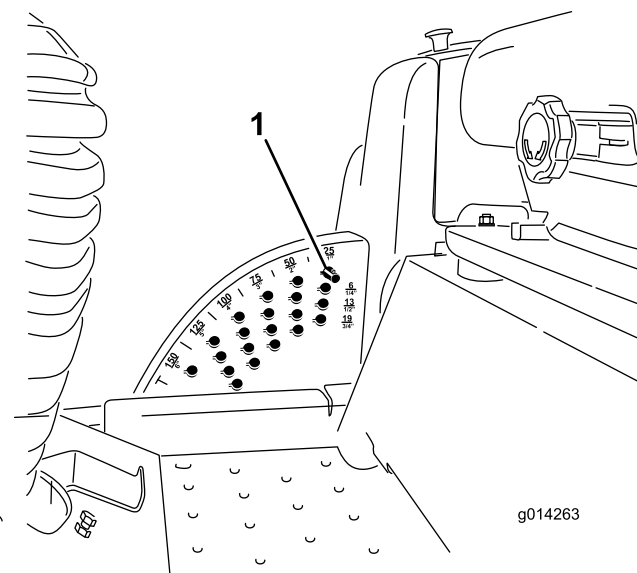

Figura 15
Nota: Para bloquear la carcasa de corte en posición elevada, eleve la plataforma más allá de la posición de 15 cm (6 pulgadas), retire el pasador de tope de altura de corte (consulte Ajuste de la altura de corte \(página 22\)), y ponga el pasador en la posición de altura de corte de 15 cm (6 pulgadas) (Figura 15).
1. Con el motor en marcha, presione hacia atrás el interruptor de elevación de la carcasa hasta que la carcasa del cortacésped esté elevada del todo y **suelte el interruptor inmediatamente** (Figura 15).
2. Para ajustar, gire el pasador hasta que el nervio quede alineado con la ranura del taladro del soporte de altura de corte, y retire el pasador (Figura 15).
3. Seleccione un taladro del soporte de altura de corte que corresponda a la altura de corte deseada, inserte el pasador y gírelo para bloquearlo en esa posición (Figura 15).
Nota: Hay cuatro filas de taladros (Figura 15). La fila superior corresponde a la altura de corte impresa encima del pasador. La segunda fila corresponde a la altura impresa más 6 mm (1/4"). La tercera fila corresponde a la altura impresa más 12 mm (1/2"). La fila inferior corresponde a la altura impresa más 18 mm (3/4"). Para la posición de 15.8 cm (6") hay un solo taladro, situado en la segunda fila. Esta posición no añade 6 mm (1/4") a la altura de 15.8 cm (6").